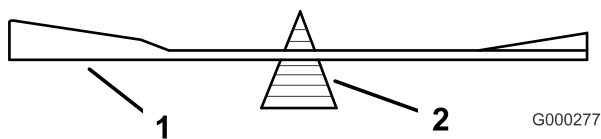
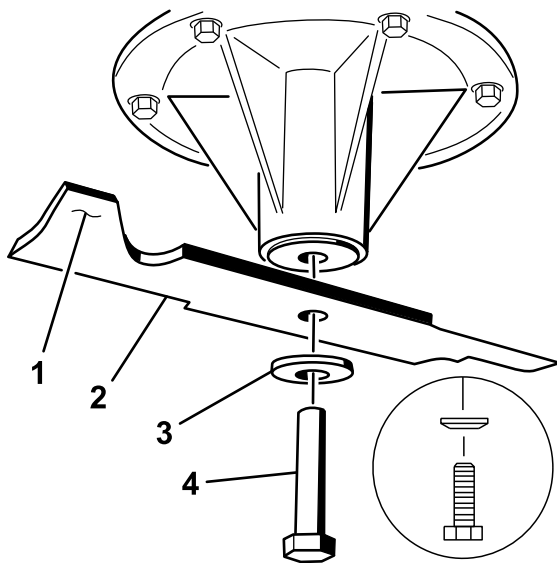

Figure 82
Figure 83
2. Retirez le boulon, la rondelle élastique et la lame de l'axe (Figure 83).
2. Vérifiez l'équilibre de la lame en la plaçant sur un équilibreur (Figure 82). Si la lame reste horizontale, elle est équilibrée et peut être utilisée. Si la lame est déséquilibrée, limez un peu l'extrémité de la partie relevée seulement (Figure 83). Répétez la procédure jusqu'à ce que la lame soit équilibrée.
2. Montez la rondelle bombée et le boulon de la lame. Le cône de la rondelle bombée doit être dirigé vers la tête du boulon (Figure 83). Serrez les boulons des lames à un couple de 115 à 150 Nm.
1. Placez la lame sur l'axe (Figure 83).